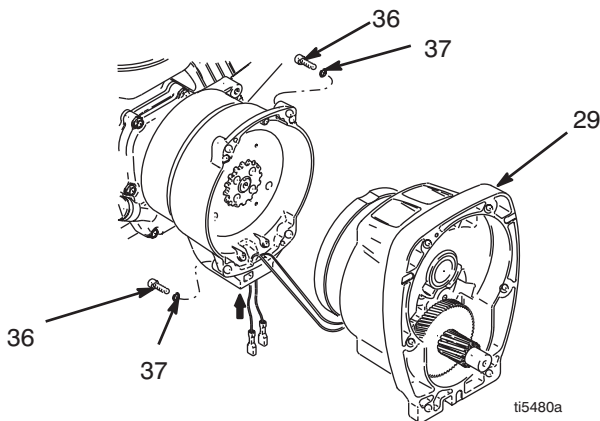
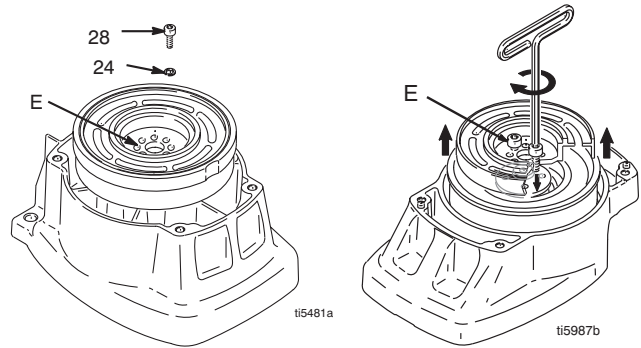

FIG. 4
FIG. 5
2. FIG. 4. Lossa kopplingskablar inuti tryckregleringen.
- a. Ta bort de två skruvarna (71) och fäll ner kåpan (130a).
3. FIG. 4. Skruva bort fyra skruvar (36) och pinjongen (29).
4. FIG. 5. Ställ pinjongen (29) på en bänk med rotorsidan uppåt.
5. Skruva bort fyra bultarna (28) och låsbrickorna (24). Skruva in två av skruvarna i rotorns gängade hål (E). Dra omväxlande åt skruvarna tills rotorn lossnar.
9. FIG. 5. Ställ pinjongen på bänken med rotorsidan vänd uppåt.
10. Stryk på Loctite på skruvarna. Skruva i fyra skruvar (28) och låsbrickor (24). Dra åt skruvarna växelvis till 14 N·m, tills rotorn sitter fast. Håll i rotorn med hjälp av de gängade hålen.
11. FIG. 4. Montera pinjongen (29) med fyra skruvar (36) och brickor (37).